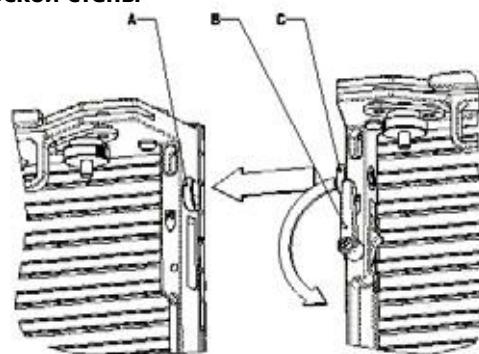

Рисунок 14: Крепление при горизонтальном наращивании плоской стены
- См. рисунок 14. После выравнивания двух экранов повернуть две блокирующие рукоятки горизонтального крепления **B** на одном из них до упора, чтобы зафиксировать два крюка блокировки горизонтального крепления **C** на соответствующих штырях другого экрана, соединив экраны.
8. Поставить на место резьбовые пробки (см. Рисунок 14) по бокам экранов и контактных блоков до создания видеостены.